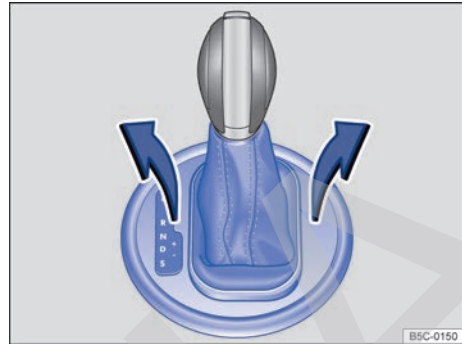

Fig. 102 Desmontar la cubierta de la corredera de la palanca selectora.
- Tire de la cubierta, por la zona del guardapolvo de la palanca selectora, hacia arriba y con cuidado junto con los cables eléctricos que lleve conectados → fig. 102.